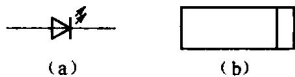

图 1-6 发光二极管
(2) 按照二极管作用分类。
① 普通二极管。普通二极管在电路中起开关、整流, 以及组成简单的与或电路等作用。
② 发光二极管。发光二极管在手机中主要作为键盘背景灯、状态指示灯和显示屏照明灯使用。发光二极管主要有红色、绿色、蓝色、白色等几种, 也有的可以发出双色光、三色光、多色光的发光管, 这实际将两种或三种不同颜色的发光管封装于同一壳体内制成的。在手机中发光二极管电路都会串接一个限流电阻, 以防止大电流损坏发光二极管, 发光二极管只工作在正偏状态, 发光二极管的正极加上电压, 而负极没有接地构成回路, 发光二极管将不会发光。在正常情况下, 发光二极管的正向电压为 1.5 ~ 3V。发光二极管可以用  $R \times 10k$  挡进行测试, 如果能够发光则说明二极管本身正常。发光二极管的符号如图 1-6 所示。